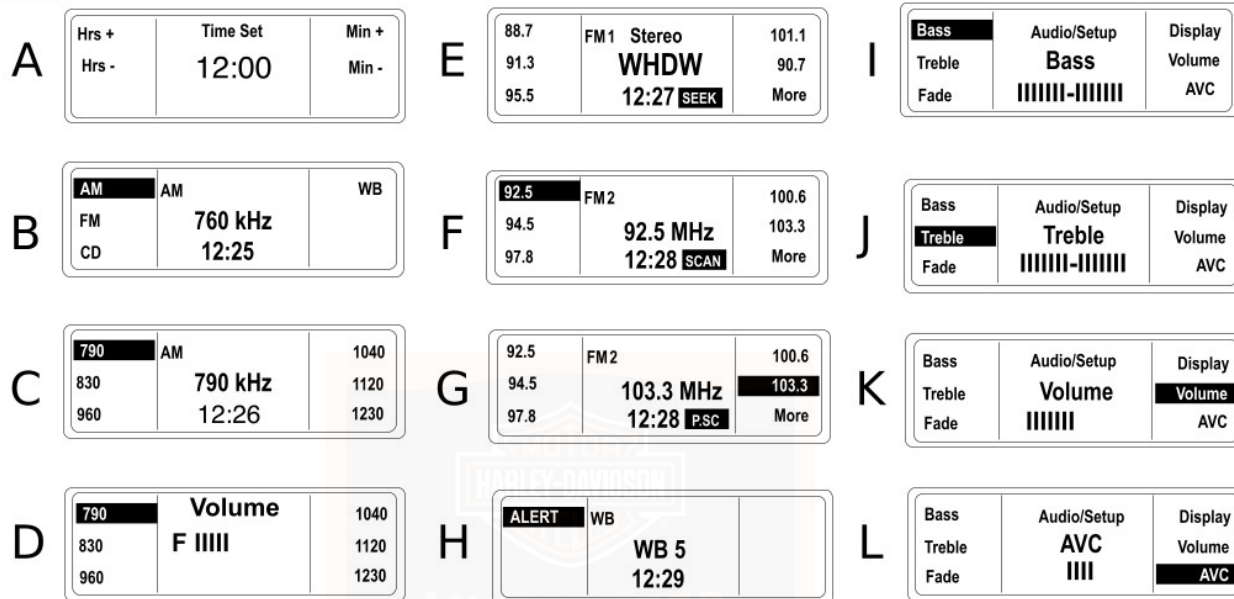

Figure 28. Exemples d'affichage à cristaux liquides
Voir A dans la Figure 28. Pour augmenter les heures sur l'affichage, appuyer sur la touche programmable Hrs+. Pour diminuer les heures, appuyer sur la touche programmable Hrs-. Quand l'heure est correcte, relâcher la touche programmable.
Voir B dans la Figure 28. L'affichage à cristaux liquides met en évidence la bande sélectionnée.
Voir D dans Figure 28. Quand le récepteur est en service, il est possible de régler le volume en appuyant sur le (+) du commutateur **AUDIO** pour augmenter le volume ou sur le (-) pour diminuer le volume.
Voir E dans la Figure 28. Normalement, le système audio avancé reproduit les signaux FM en stéréo. L'affichage à cristaux liquides indique **STEREO** (stéréo).
Voir H dans Figure 28. Les diffusions sur les fréquences de la National Oceanic and Atmospheric Administration (NOAA) National Weather Band (WB) ne sont disponibles qu'en Amérique du Nord.
Voir E dans Figure 28. Dans le mode de recherche (SEEK), la radio passe à la station suivante possédant un signal fort.
Voir F dans Figure 28. Maintenir enfoncé le commutateur de sélection de mode (**MODE SEL**) vers le haut (**UP**) ou vers le bas (**DN**) pendant environ 5 secondes pour balayer la bande pour les signaux des stations fortes. Chaque station forte reste accordée pendant 8 secondes avant que la radio ne
Voir C dans la Figure 28. AM peut enregistrer 6 fréquences préréglées.
*Voir E et F dans la Figure 28. Des bandes FM1 et FM2 séparées permettent au conducteur de mémoriser 2 groupes de 5 fréquences FM préréglées (total de 10). Utiliser la touche programmable **More** (plus) pour basculer entre FM1 et FM2. La plage totale de fréquences FM peut être sélectionnée pour FM1 ou FM2.*
Voir G dans Figure 28. Dans le mode balayage (SCAN), la radio syntonise d'une station forte à la suivante jusqu'à l'annulation du balayage. Une icône P.SC est affichée tant que le balayage préréglé est actif.
Voir D dans la Figure 28. Le volume est ajusté à l'aide du commutateur de commande audio (**AUDIO**) sur la poignée gauche. À l'aide du pouce gauche, enfoncer le commutateur
Voir K dans la Figure 28. On peut également régler le volume sur Audio/Setup (audio/réglage).
Graves (BASS) : Voir I dans la Figure 28. Appuyer sur **AUDIO** pour afficher Audio/Setup (audio/réglage) des graves. À l'aide du pouce gauche, enfoncer le commutateur de commande audio (**AUDIO**) vers le haut (+) pour augmenter les graves
Aigus (TREBLE) : Voir J dans Figure 28. A partir d'Audio/Setup (audio/réglage) Bass (graves), appuyer brièvement sur **AUDIO** pour passer sur Treble (aigus). À l'aide du pouce gauche, enfoncer le commutateur **AUDIO** vers le haut (+) pour augmenter les aigus ou vers le bas (-) pour diminuer les aigus.
Voir J dans la Figure 28. L'affichage à cristaux liquides affiche le mot Treble (aigus) et un graphique à barres qui change de longueur en fonction du réglage. Le trait central court indique un réglage médian.
Voir L dans Figure 28. La commande de volume automatique (AVC) règle automatiquement le volume et compense ainsi pour le bruit ambiant associé à la vitesse de la motocyclette.